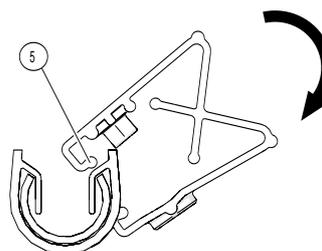
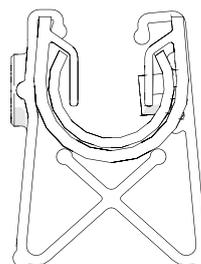

Abb. 67: Fixpunkt aufklipsen
Abb. 68: Fixpunkt ist eingeklipst (Endposition)
- Die Zapfen der Fixpunkte in die Bohrung einklippen (siehe Abb. 67 und Abb. 68).